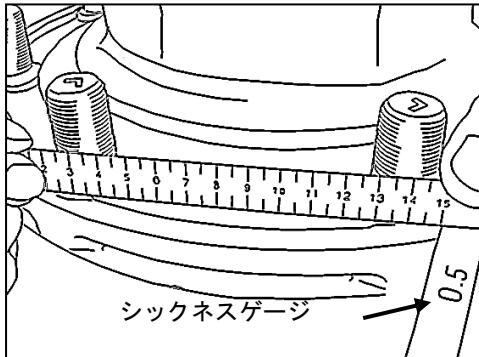

図 3
- 1) 上記 1 の点検に加え、スピンドルのインナー・ベアリングおよびアウター・ベアリング挿入部径①および②の測定を図 3 に示す要領でマイクロメーター等を用いて行う。
2. 2 箇所の未摩耗部に直定規を渡し、外側の脇にて段差を計測する。（図 3）